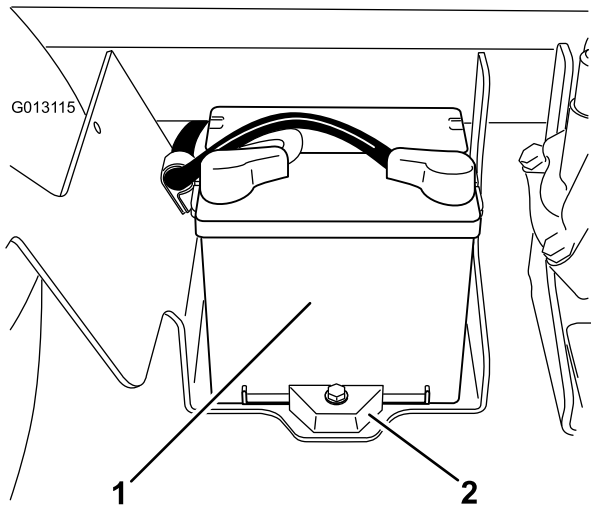

図 55
2. バッテリーは、機体右側、ポンプの後ろにある (図 55)。
5. バッテリー・リテーナと固定金具を外す (図 55)。
2. バッテリー押さえを元通りに取り付ける (図 55)。
4. バッテリーカバーを元どおりに取り付けノブで固定する (図 55)。
1. バッテリー・ボックスのノブ (図 55) をゆるめ、カバーを外す。